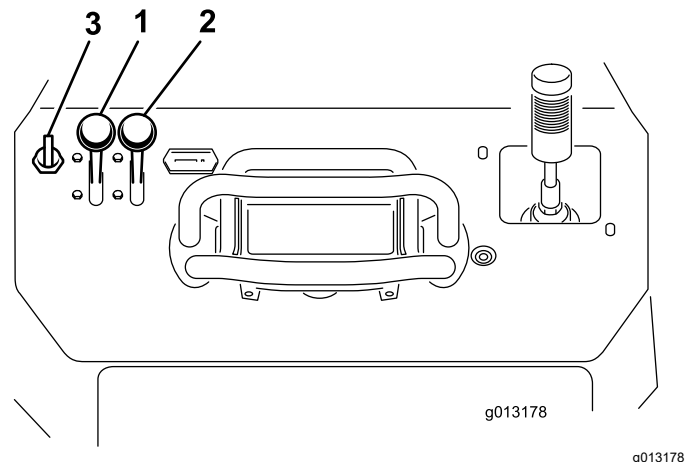

Figure 17
1. Réglez la commande d'accélérateur à mi-course entre les positions BAS RÉGIME et HAUT RÉGIME (Figure 17).
2. Placez la commande de starter en position EN SERVICE (Figure 17).
3. Tournez la clé en position CONTACT (Figure 17). Relâchez la clé quand le moteur démarre.
4. Amenez progressivement la commande de starter en position HORS SERVICE (Figure 17). Si le moteur cale ou hésite, engagez de nouveau le starter jusqu'à ce que le moteur soit chaud.
5. Réglez la commande d'accélérateur à la position voulue (Figure 17).